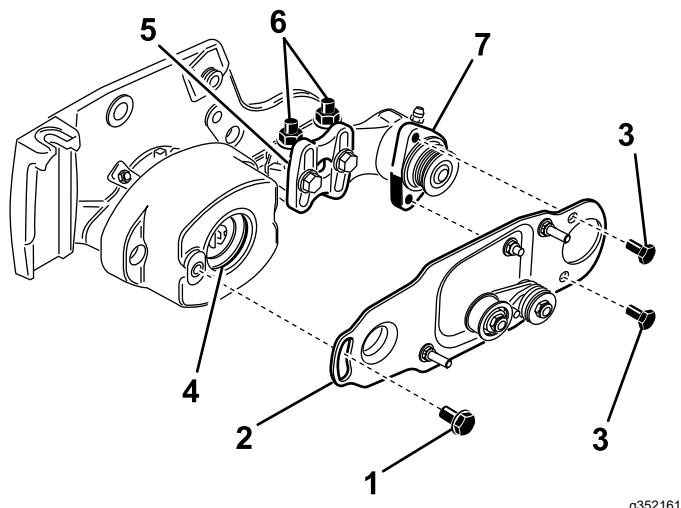

Figura 11
10. Spalmate un velo di grasso sul diametro interno del gommino nell'alloggiamento del cuscinetto (Figura 11).
11. Allentate senza rimuovere i bulloni che fissano l'alloggiamento del cuscinetto della spazzola per rulli alla staffa di montaggio della spazzola (Figura 11).
12. Montate la piastra orientabile della spazzola rotante (Figura 11). Assicuratevi che il gommino rimanga saldamente in posizione nell'alloggiamento quando la protrusione sulla piastra orientabile è inserita nel gommino nell'alloggiamento del cuscinetto.
13. Applicate Loctite 242 (blu) sui 2 bulloni da 5/16" x 5/8" e utilizzateli per montare la piastra della spazzola sull'alloggiamento del cuscinetto della spazzola per rullo (Figura 11). Serrate i bulloni ad un valore compreso tra 20 e 25 N·m.
rotante alla piastra laterale dell'apparato di taglio (Figura 11).
- Girate la sede del cuscinetto della spazzola rotante fin quando la piastra della spazzola non risulta parallela alla piastra laterale dell'apparato di taglio (Figura 11).
- Serrate i due dadi di bloccaggio flangiati che fissano la staffa di montaggio della spazzola per rulli alla piastra laterale dell'apparato di taglio (Figura 11).
18. Applicate Loctite 242 (blu) sul bullone di spallamento (Figura 11). Con il bullone di spallamento, fissate la piastra della spazzola sull'alloggiamento della spazzola per rullo. (Figura 11). Serrate il bullone ad un valore compreso tra 20 e 25 N·m.